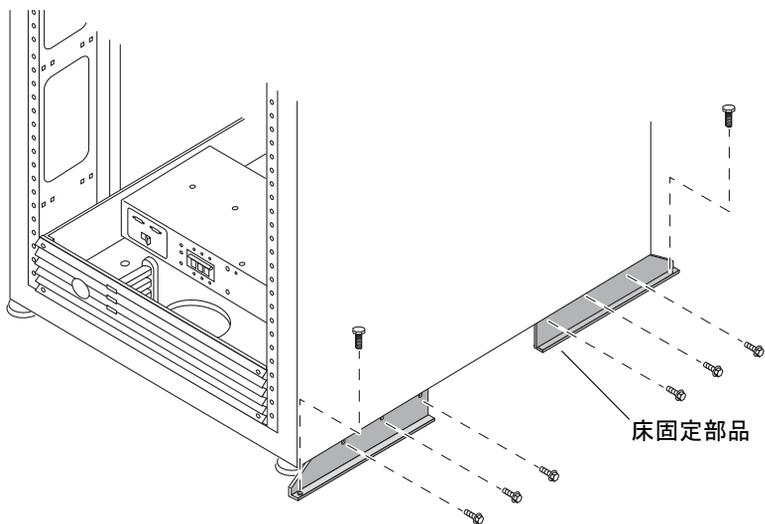

図 2-7 床固定部品の取り付け
2. 7/16 インチのラチェットレンチと取り外した 6 本の取り付けネジを使って、システムの正面と背面に右側の床固定部品を取り付けます (図 2-7)。